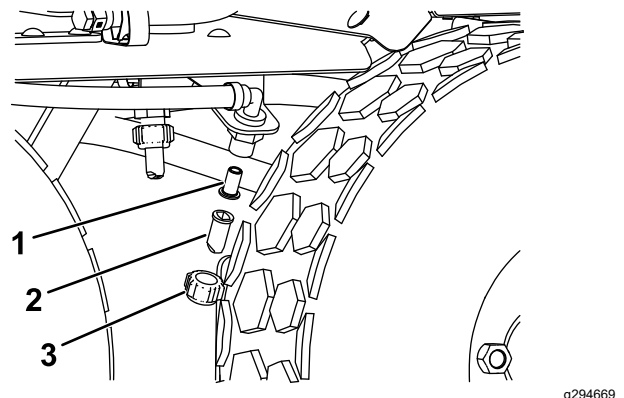

Bild 56
1. Reinigen Sie den Bereich um die Sprühdüse (Bild 56).